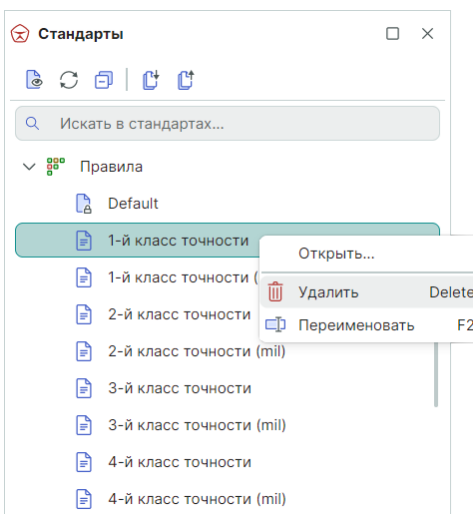

Рис. 125 Удаление шаблона правил
2. Вызовите контекстное меню и выберите пункт «Удалить», см. Рис. 125. Для данного действия также задана горячая клавиша «Delete».